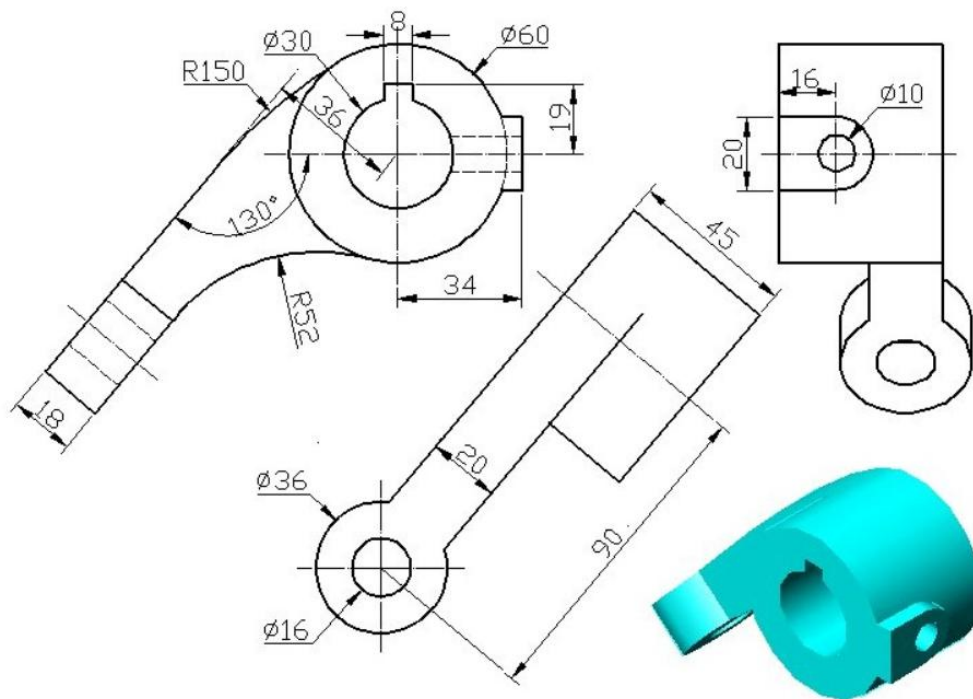

图 J1-9 三维零件 9
①在盘下建立考生文件夹，文件夹名称为“场次-工位号”，所有文件必须保存在考生文件夹中，否则记零分；
②文件名称为“J1-9”，保存在考生文件夹中；
③根据图 J1-9 所示尺寸完成三维建模；
④隐藏草图和创建的基准平面；
⑤考试过程中注意保存，考核结束时考试应立即停止操作，不得关闭电脑，离开考场。
(2) 实施条件